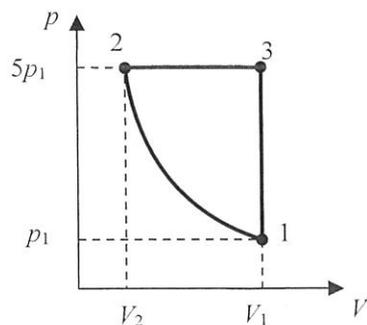
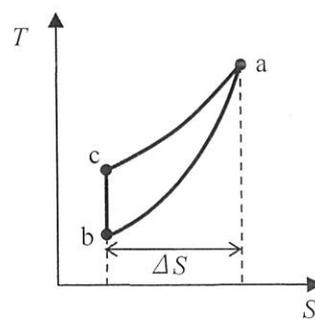

図1  $p$ - $V$ 線図
図2  $T$ - $S$ 線図
比熱比  $\kappa = 1.5$  の理想気体を作動流体とする熱機関が、図1の  $p$ - $V$  (圧力-体積) 線図に示す状態1→2→3→1の3つの準静的過程を1サイクルとして運転する場合を考える。状態1の圧力、体積、温度はそれぞれ  $p_1$  [Pa],  $V_1$  [ $m^3$ ],  $T_1$  [K]とし、その他の状態の圧力、体積の関係は図1に示すとおりである。以下の問に答えなさい。
- 問1 図2の  $T$ - $S$  (温度-エントロピー) 線図にこのサイクルの過程が示されている。図1の状態1~3に対応する図2上の状態をa~cで答えなさい。 例 1:a, 2:b, 3:c
- 問5 図2中のエントロピー差  $\Delta S$  [J/K]について  $p_1, V_1, T_1$ を用いて示しなさい。